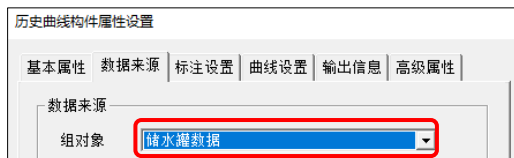

图 5.2-10 选择数据来源
- 选择数据来源：双击上图绘制历史曲线构件，首先在其“数据来源”页，选择想要显示的变量所在的组对象，如图 5.2-10，数据来源选择“储水罐数据”。